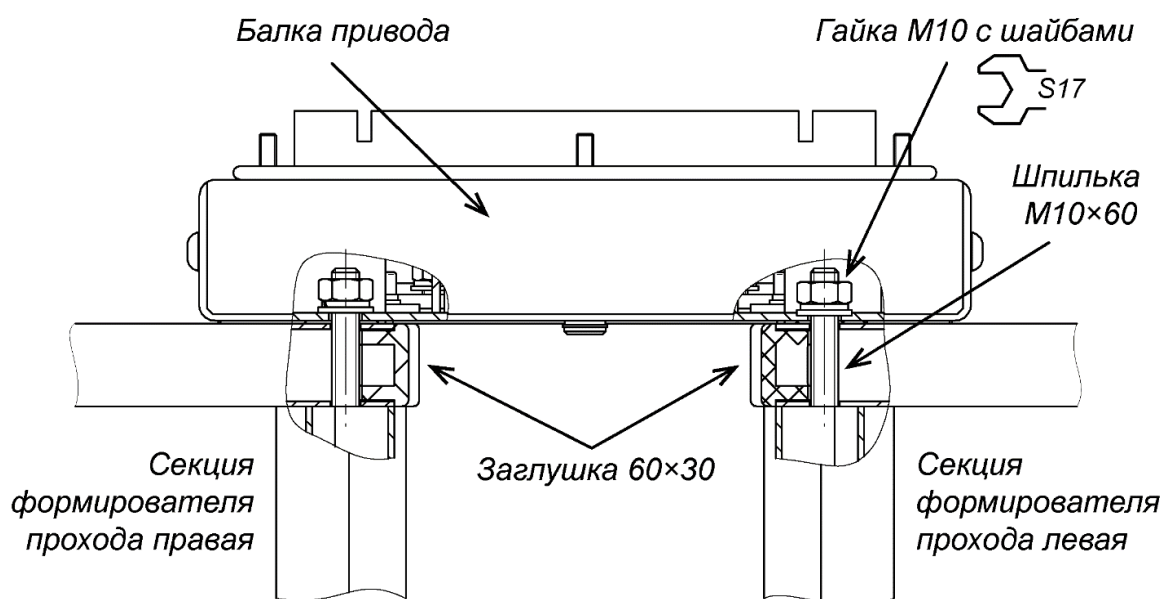

Рисунок 12. Крепление балки привода (8) к секциям (6) формирователя прохода
- Закрепите балку привода на секциях (6) формирователя прохода двумя гайками M10 с шайбами (см. рис. 12), накрутив их на шпильки с помощью торцового ключа S17. Затяжка гаек предварительная, для возможности регулировки положения.